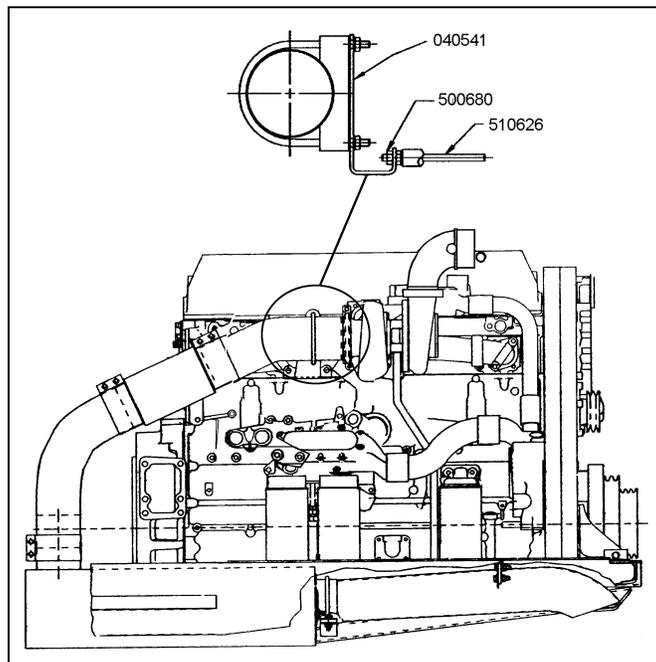

FIGURE 2 : VUE DU MOTEUR - CÔTÉ TURBOCOMPRESSEUR
4. Retirer les deux boulons qui fixent l'ancien support de renforcement (voir fig. 2).
5. Serrer les deux boulons avec rallonge filetée (Prévost #510626) du moteur à un couple de 58 - 73 Nm (43 - 54 lbf·pi). Installer le nouveau support de renforcement (Prévost #040541) et serrer les écrous (Prévost #500680) comme le montre la figure 2.